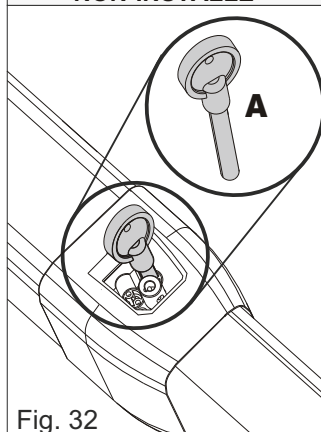

Fig. 32
- **MINI TANK:** démonter complètement le déverrouillage à clé (voir paragraphe suivant), donc régler les vannes à l'aide de la clé spéciale (A) fournie à l'installateur (Fig. 32)